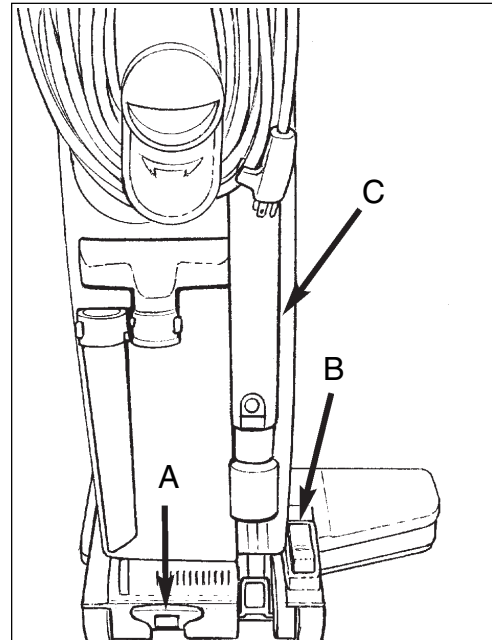

Figure 8
La pédale de libération de la poignée (Voir figure 8, élément A)
Réglage de la hauteur (Voir figure 8, élément B)
Le bras flexible (Voir figure 8, élément C)
4. Appuyez sur la pédale de libération de la poignée (voir figure 8, élément A).